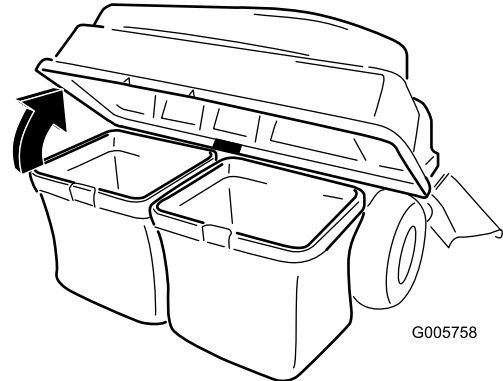

Figure 19
3. Ouvrez (soulevez) le couvercle du système de ramassage (Figure 19).